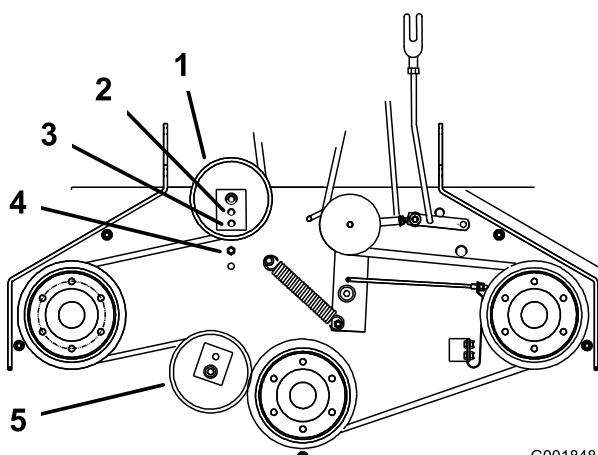

Figure 47
6. S'il n'est plus possible de régler le tendeur et que la courroie est encore détendue, il faut alors repositionner la poulie de tension arrière dans le trou central ou avant (Figure 47). Utilisez le trou qui donnera le réglage correct.
7. Lorsque la poulie de tension est déplacée, le guide de courroie doit l'être également. Placez le guide de courroie à la position avant (Figure 47).